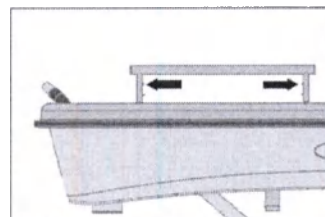

Рис. 13. Кнопки поднятия поручня
1. Нажмите на кнопки в основании поручня и выдвиньте его из [предназначенных для него] разъемов (см. рис. 13 и 14).